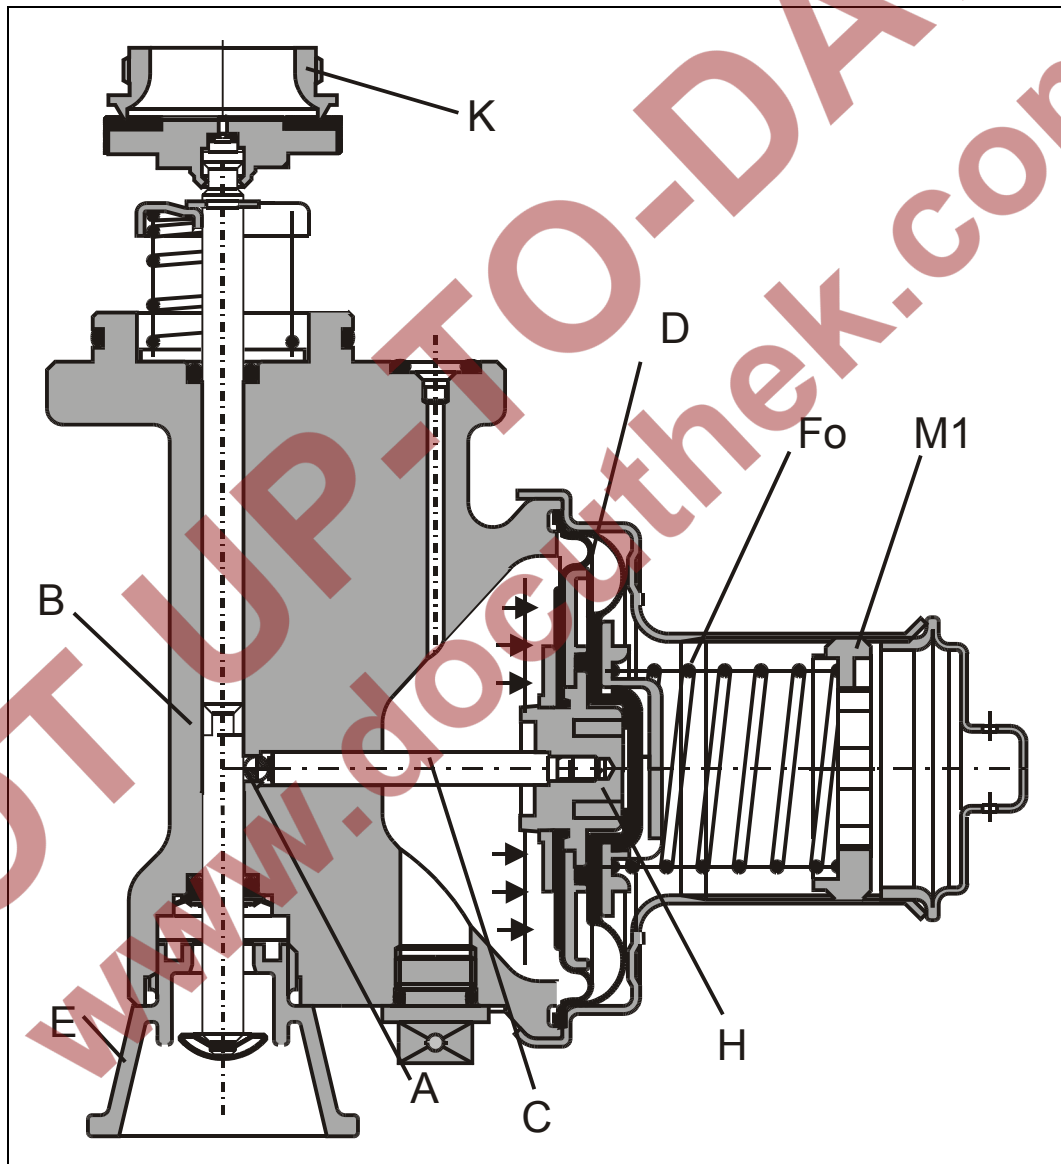

Bild 2-15, SAV - ausgelöst
Steigt der Ausgangsdruck p_d im Regelgerät und somit der Druck unterhalb der SAV-Membrane (D), so bewegt sich bei Überschreiten des durch die Einstellfeder (F_o) eingestellten Abschaltpunktes der Membranhalter (H) und der Stift (C) nach rechts, siehe Bild 2-15. Die Kugel (A) wird aus der Spindelaussparung herausgedrückt. Die vorgespannte Sperrfeder an der Ventilstempel wird freigegeben. Der Ventilteller verschließt den Eingang (K) des Gas-Druckregelgerätes.